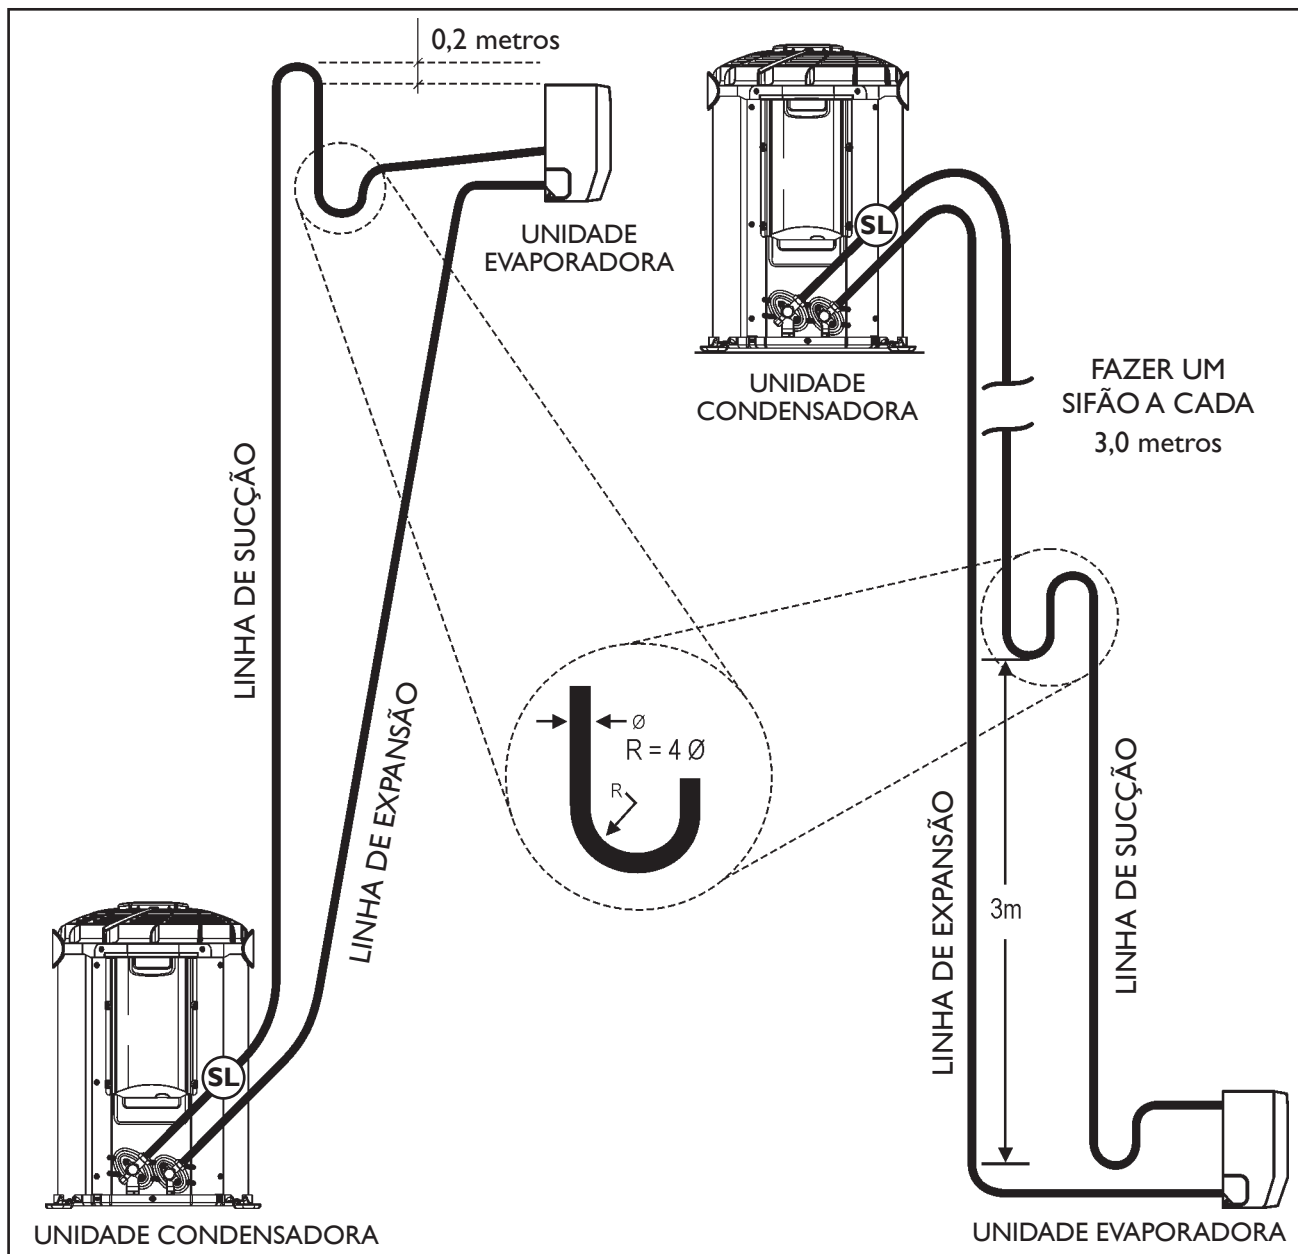

FIG. 21 - LINHAS DE INTELIGIÇÃO
- 1º Elevar a linha de expansão acima da unidade condensadora antes de ir para a unidade evaporadora 0,2 metros, quando a evaporadora estiver abaixo da condensadora. (Fig. 21)
- 1º Elevar a linha de expansão 0,2 metros acima da unidade condensadora antes de ir para a unidade evaporadora, quando a evaporadora estiver abaixo da condensadora. (Fig. 21)
- 2º Elevar a linha de sucção 0,2 metros acima da unidade evaporadora antes de ir para a unidade condensadora, quando a evaporadora estiver acima ou no mesmo nível da condensadora. (Fig. 21)
- 3º Fazer sifões nas subidas da linha de sucção a **cada 3,0 metros**, incluindo a base (saída da evaporadora). Caso o desnível seja menor que 3m faça apenas na base. (Fig. 21)